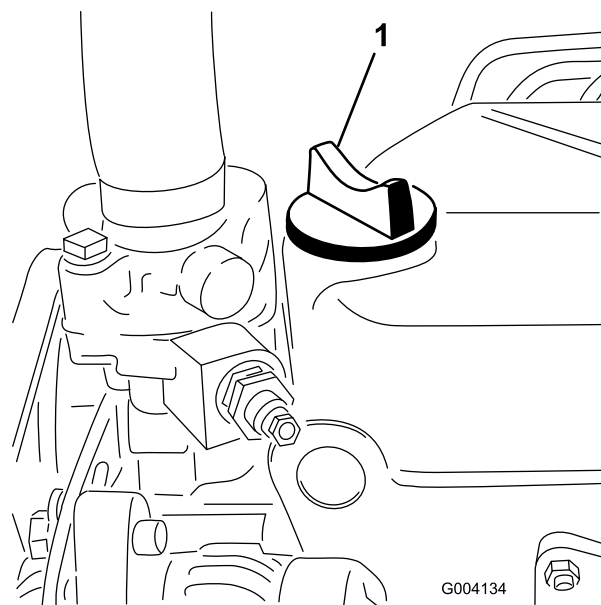

図 32
5. オイルの量が不足している場合は、補給キャップ（図 32）を取り、Full 位置までオイルを補給する。